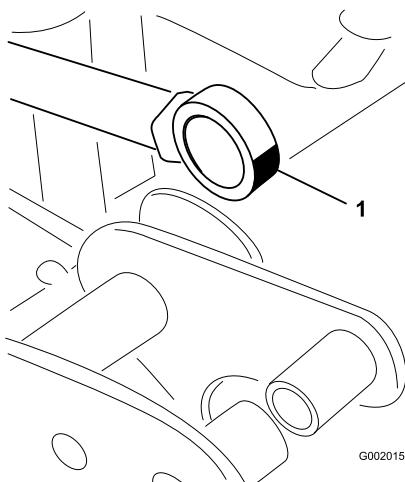

Figura 75
5. Gire la rótula y aplique grasa al cojinete (Figura 75).
- Instale la tapa sobre el cuerpo del limpiador de aire y sujetela con los 2 enganches (Figura 75).